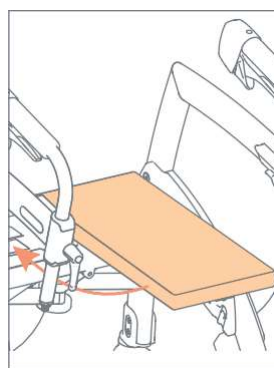

Figura 12: Retirar el cojín y colóquelo en el asiento.
- Retire el cojín del asiento y colóquelo derecho sobre el asiento (**Figura 12**).